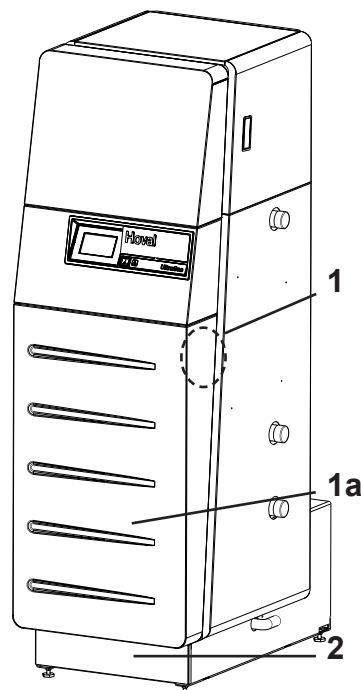
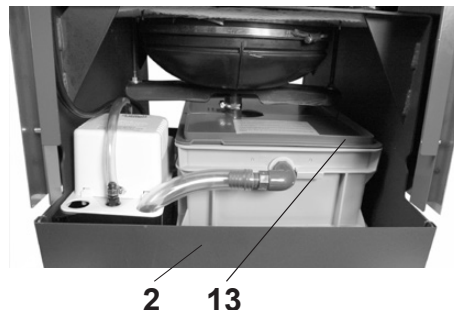

Fig. 20
Fig. 25
4. Retirez le capot avant (1a, Fig. 20). Desserrez les boulons de sécurité (1, Fig. 20) sur les côtés (d'env. ¼ de tour vers la gauche). Soulevez le capot avant tout droit vers le haut et retirez-le vers l'avant.
5. Retirez la plaque du socle (2, Fig. 20). Soulevez la plaque du socle tout droit vers le haut et retirez-la.
12. Placez le couvercle avant (13, Fig. 25) du boîtier de neutralisation.
13. Montez le capot avant (2, Fig. 25) et la plaque du socle (1a, Fig. 20).